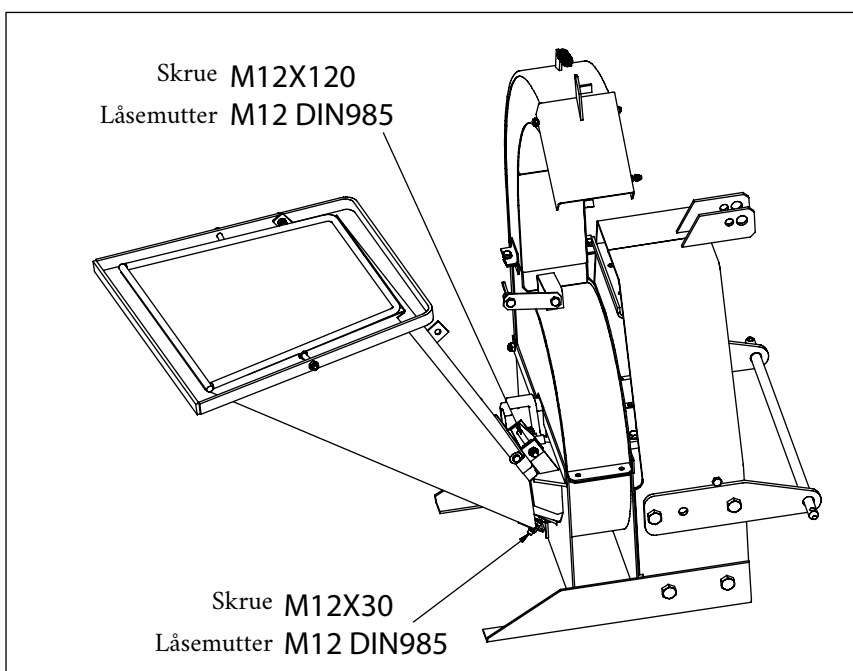

Fig. 4 Montering av matetrakt /
1. Koble matetrakten til flishoggeren med M12X120 og M12X30 skruer med sekskanthode og låsemuttere. Lås matetrakten i arbeidsstilling. Se fig 4.